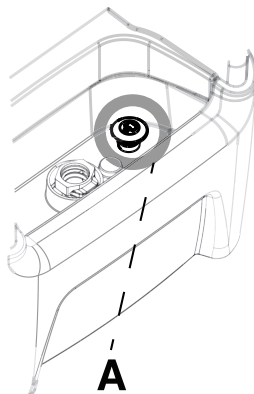

Fig. 8-31: Udtømningsprop
20. Træk regulatorens udtømningsprop op (Fig. 8-31 på side 8-45) for at åbne afløbet.